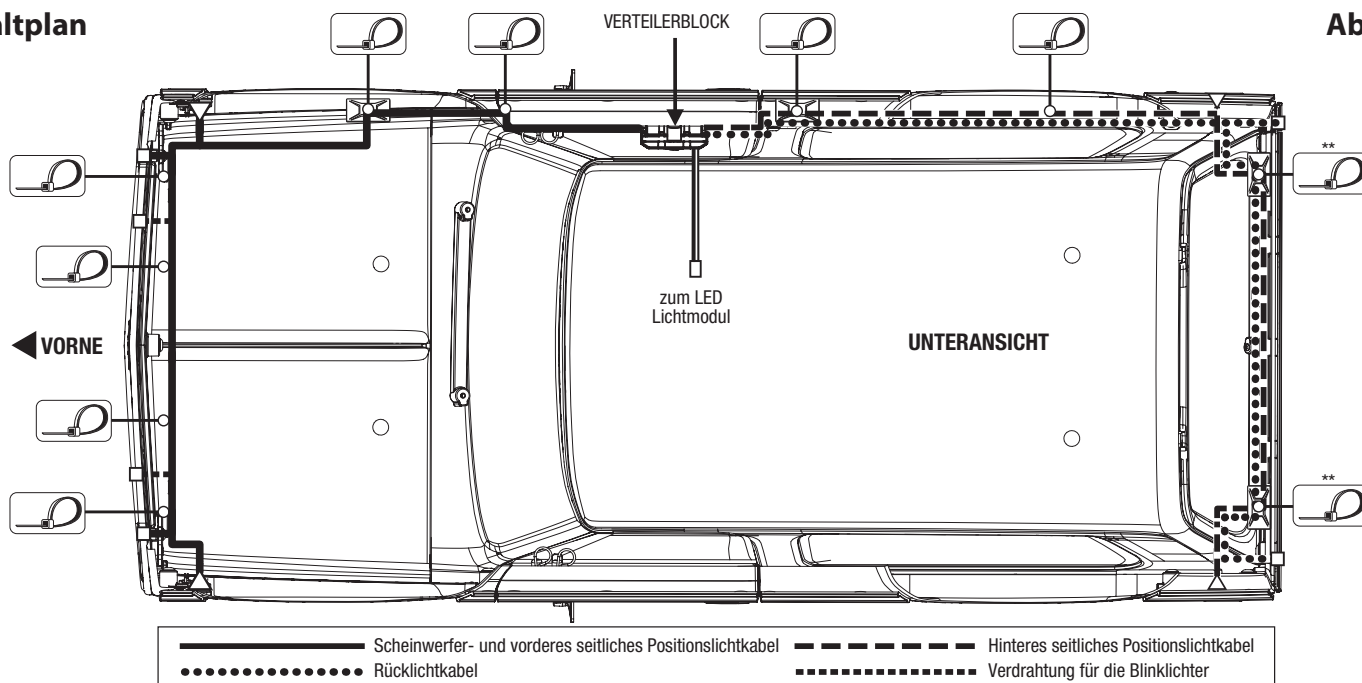

Abb. 10
Notieren Sie bei der Installation der LED-Licht-Kabelbäume im Montage-Diagramm (Abb. 10), wo die Installation beginnt und endet. Bringen Sie die im Lieferumfang enthaltenen Kabelbinderhalterungen an den dafür vorgesehenen Stellen an und verwenden Sie die Kabelbinder, um die Kabel an der Karosserie zu sichern, wenn Sie die LED-Beleuchtung installieren. Die Kabelbinder müssen nicht fest sein, lassen sie etwas Platz, damit sich die Kabel bewegen können.
5. Stecken Sie die Stecker von den LED-Licht-Kabelbäumen in die Anschlüsse am Verteilerblock (M) ein. Achten Sie darauf, dass das Farbband an den Kabelbäumen mit der entsprechenden Farbe an jedem Anschluss des Verteilerblocks übereinstimmt (Weiß für die Scheinwerfer und die vorderen Positionslichter, rot für die Rückleuchten, blau für die hinteren Positionslichter).
6. Stecken Sie die im Lieferumfang enthaltenen Steckbrücke wie gezeigt in den grünen Anschluss am Verteilerblock (siehe Verkabelungsdiagramm, Abb. 10. **Hinweis:** Die Steckbrücke ermöglicht, dass die LED-Lichter in den Modus mit voller Leistung (Fernlicht) gehen können. Die Steckbrücke ist nicht für die Funktion der LED-Lichter erforderlich (die Lichter verbleiben einfach im Modus mit geringer Leistung (Abblendlicht), wenn sie nicht installiert ist).